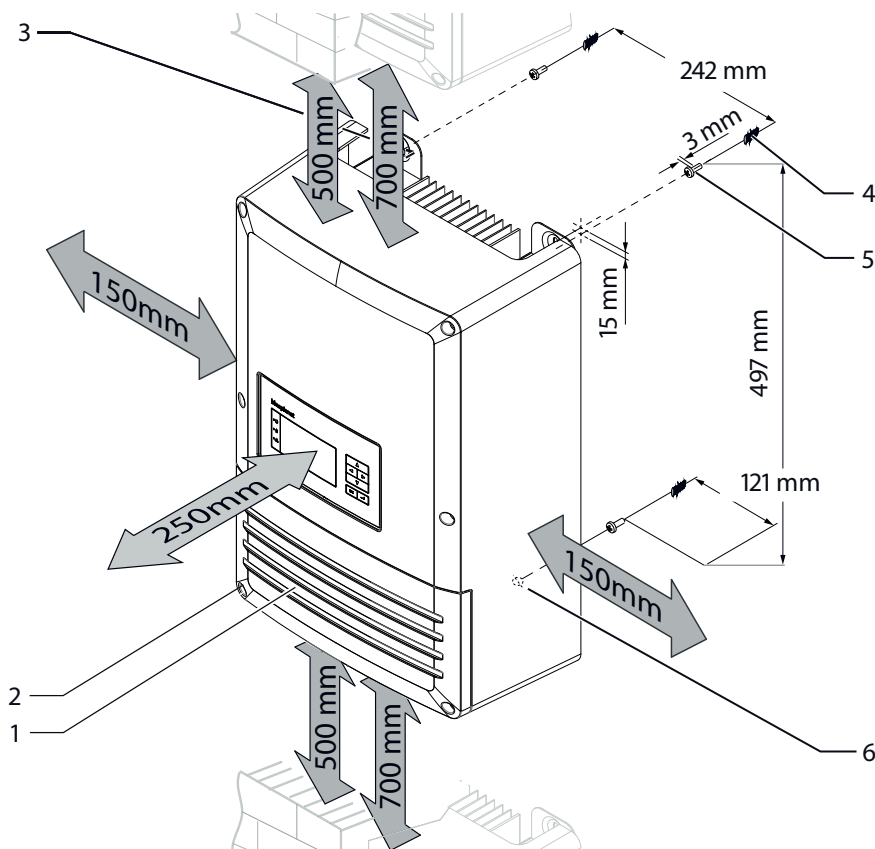

Figura 5: Distâncias mínimas/suspensão do inversor
1. Marcar na parede a posição dos furos superiores de acordo com as medidas no Figura 5 ou com ajuda das alças de suspensão na parte traseira do aparelho.